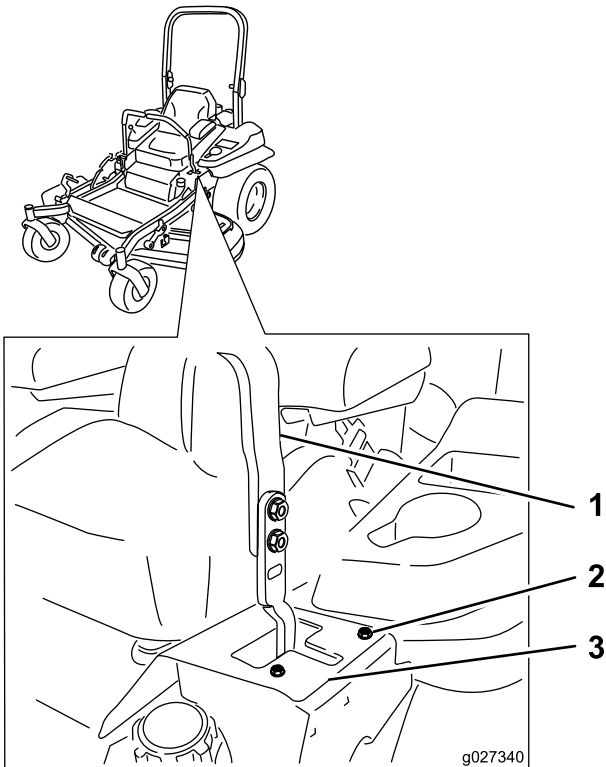

Figura 67
- Si se desvía hacia la derecha, afloje los pernos y ajuste la chapa del tope izquierdo hacia atrás en la ranura en T de la izquierda hasta que la máquina avance en línea recta (Figura 67).
- Si se desvía hacia la izquierda, afloje los pernos y ajuste la chapa del tope derecho hacia atrás en la ranura en T de la derecha hasta que la máquina avance en línea recta (Figura 67).
6. Apriete la chapa del tope (Figura 67).